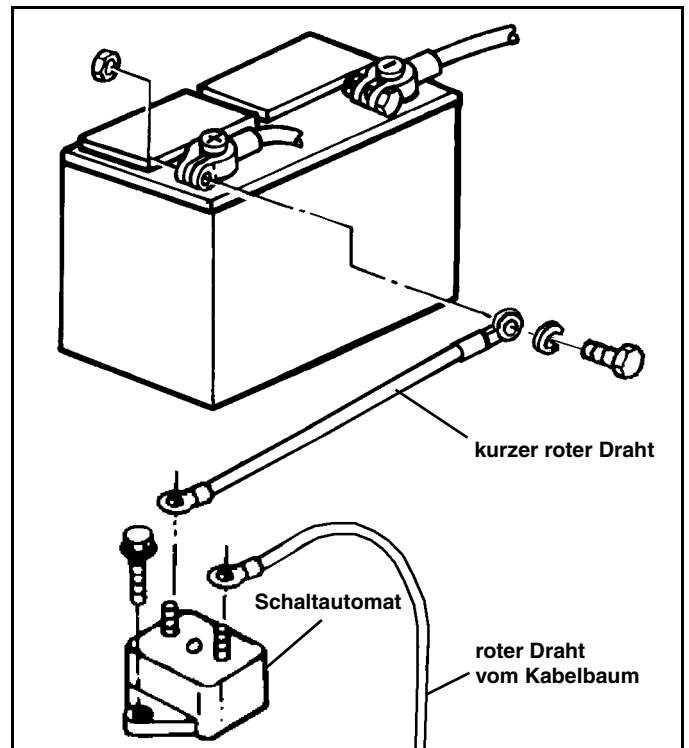

Abb. 2-4
8. Den kurzen roten Draht (#96102362) mit zwei Ringkabelschuhen finden. Den kleinen Ringkabelschuh an den mit BAT gekennzeichneten kupferfarbenen Anschlusszapfen am Schaltautomaten anschließen. Den anderen, großen Ringkabelschuh an den positiven Batteriepol anschließen. (Siehe Abb. 2-4)